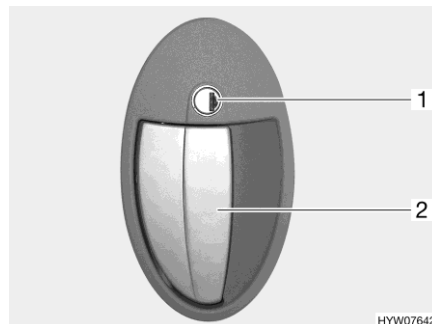

Fig. 33 Cerradura de la puerta (puerta de entrada en el exterior)
- Introducir la llave en el cilindro de cierre (Fig. 33,1) y girar en sentido de las agujas del reloj hasta que esté desbloqueada la cerradura de la puerta.
- Tirar del tirador de la puerta (Fig. 33,2). La puerta está abierta.
- Introducir la llave en el cilindro de cierre (Fig. 33,1) y girarla en sentido contrario a las agujas del reloj hasta que esté bloqueada la cerradura de la puerta.